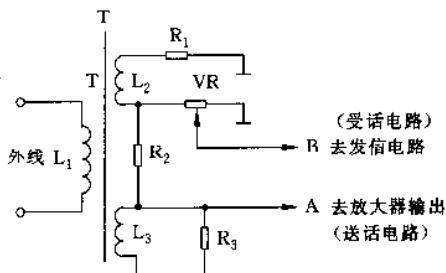

图 2-73
(2) 单变压器差接耦合电路如图 2-73 所示，图中，当外线信号送到  $L_1$  时，其信号流向如下：外线  $\rightarrow L_1 \rightarrow L_2 \rightarrow VR \rightarrow B$  点(受话电路)